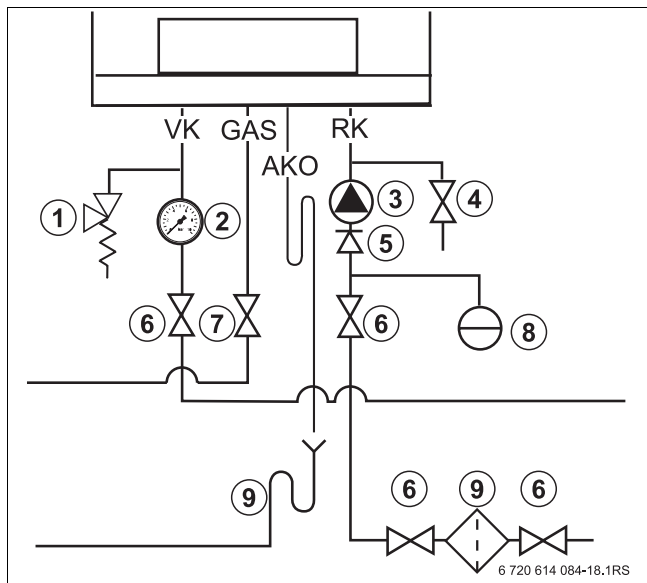

Fig. 13 Racorduri în partea de apă și parte de gaz
- ▶ Montați pompa (→ fig. 13, [3]) în retur.
- ▶ Pentru lucrările de întreținere și de reparații ale aparatului montați în retur un robinet de service (→ fig. 13, [6], pagina 22). Folosiți robinete de service cu un diametru minim de 1½".
Pentru protecția întregii instalații de încălzire vă recomandăm să montați un filtru de impurități în conducta de retur (→ fig. 13, [9], pagina 22). La racordarea aparatului la o instalație de încălzire montată cu mult timp înainte este necesară
- ▶ Montarea unui robinet de service înainte și după filtrul de impurități (→ fig. 13, [6], pagina 22).